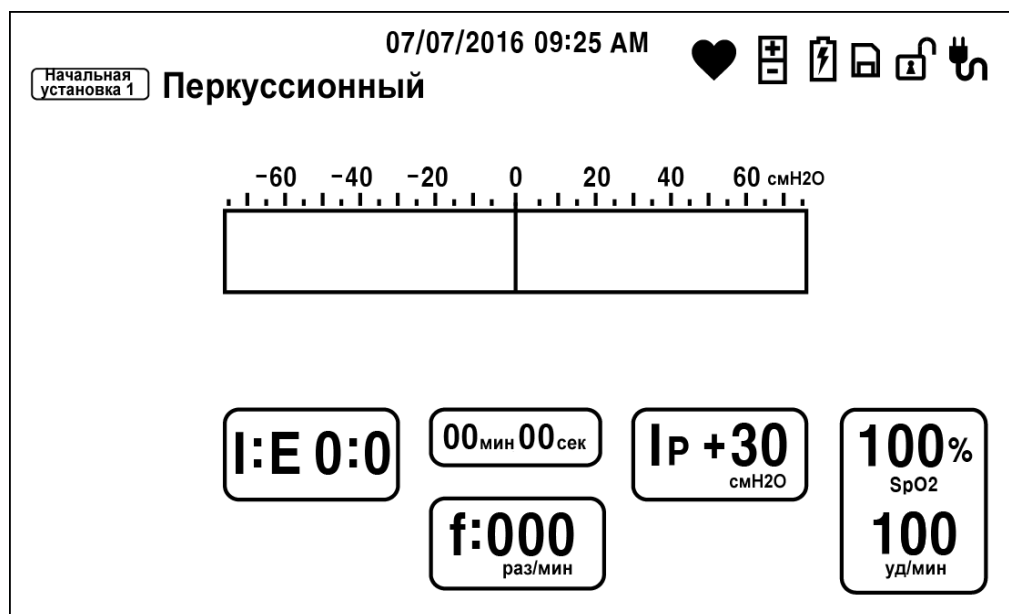

Рисунок 44. Режим ПеркуSSIONный/IPR
3. Подсоедините прямой соединитель 22М-22М к дыхательной трубке, а затем клапан для выдоха - к свободному концу соединителя, как показано на Рис. 44.
4. Прикрепите адаптер 22F-22F к клапану выдоха, а затем мундштук - к свободному концу адаптера 22F-22F, как показано на Рис. 44.